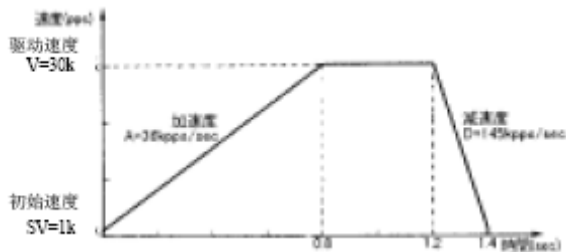
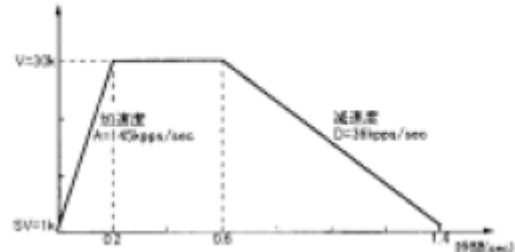

图 2.2.5 非对称直线加减速驱动(加速度<减速度)
图 2.2.6 非对称直线加减速驱动(加速度>减速度)
往垂直方向移动对象物时, 对对象物有重力加速度的负担, 所以在这样加速度和减速度不同的非对称直线加减速的定量驱动中, 最好变更上下移动的加速度和减速度。此 IC 可以运行自动减速, 事先不用设定手动减速点。图 2.2.5 是减速度比加速度大的例子, 图 2.2.6 是加速度比减速度大的例子。在这样的非对称的直线加减速中数据输出脉冲数 (P) 和各速度参数可以在 IC 内部计算减速开始点。
- 加速度>减速度(图 2.2.6)时, 加速度和减速度的比率有下述的条件。
- 加速度>减速度(图 2.2.6)时, 加速度 Acceleration 和减速度 Dcceleration 的比率越大延迟脉冲越多 (Acceleration/Dcceleration=10 倍时, 最大 10 脉冲左右。为了改善延迟脉冲问题, ①增加初始速度, ②在加速计数器偏移上设定负数值。